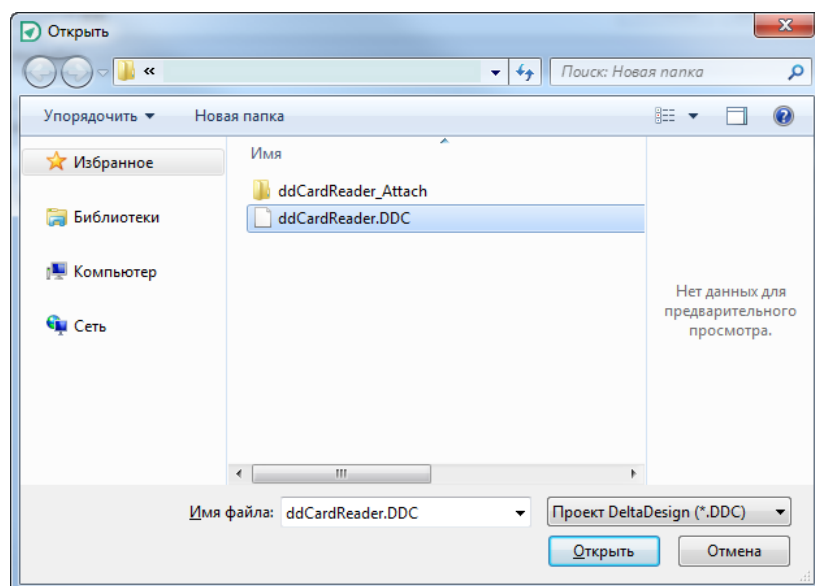

Рис. 63 Выбор импортируемого файла
4. В открывшемся окне проводника выберите файл и нажмите «Открыть», Рис. 63.